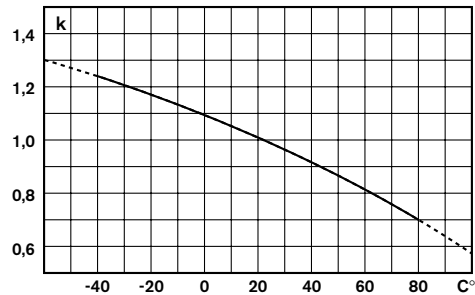

Fig. 2 : facteur de correction K_{TUR}
- K_{TUR} : coefficient donné par la fig. 2 en fonction de la température de l'air à proximité du fusible.